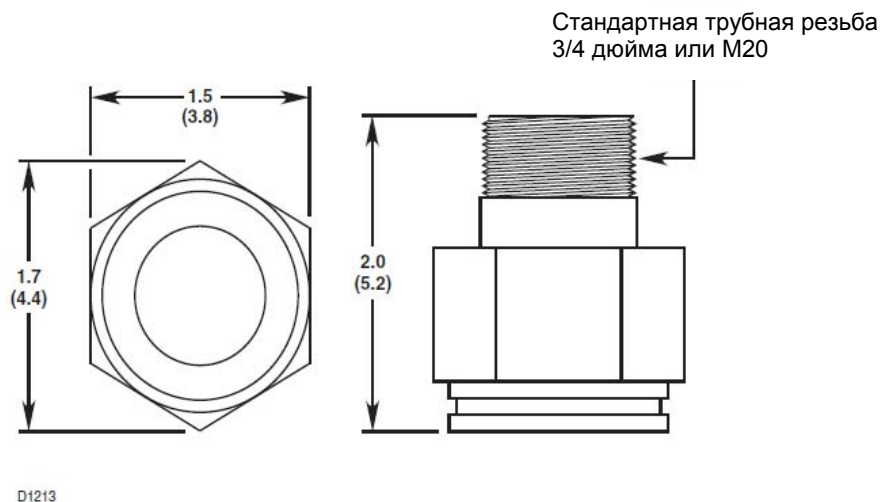

Рис. 5. Размеры детектора в дюймах (см) .
1. Размеры детектора см. на рис. 5.
Размеры каталитического датчика приведены на рис. 5.